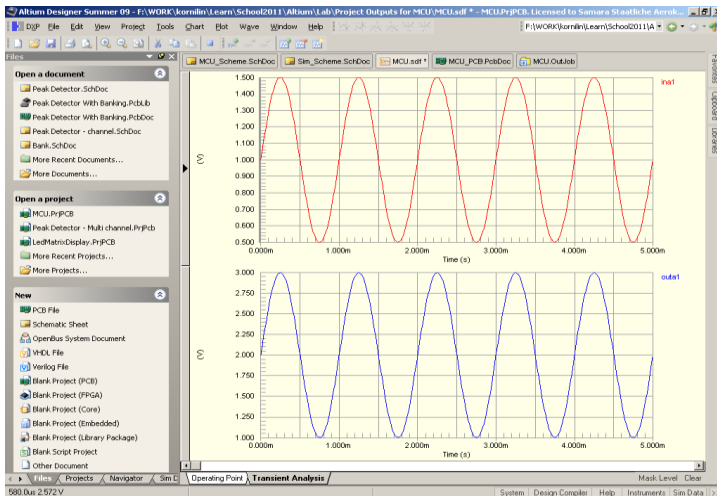

Рис. 28. Выходные характеристики
30. Наблюдайте результат: усиление входного сигнала в два раза (рисунок 28).